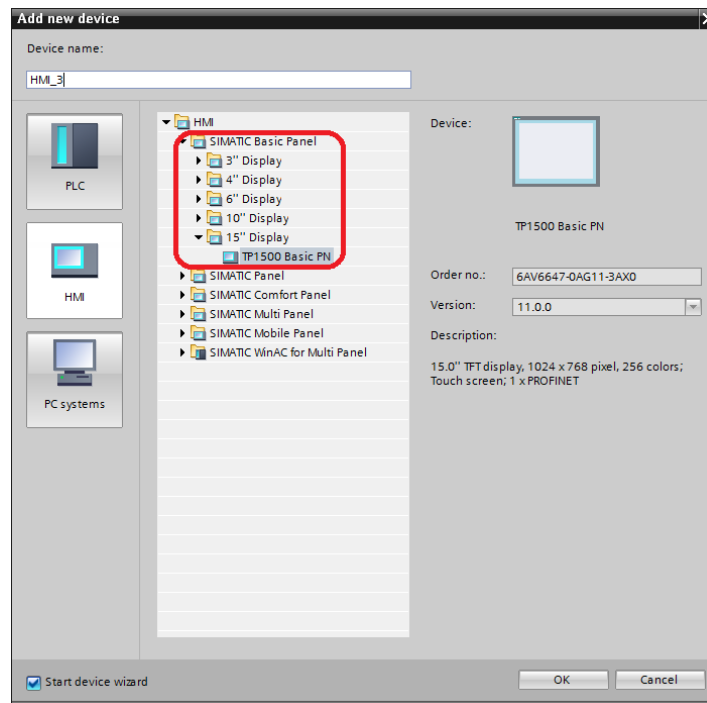

图 6
(A) 打开 TIA Portal，创建新项目，添加 HMI 设备，选择 Basic Panel，如图 6 所示。